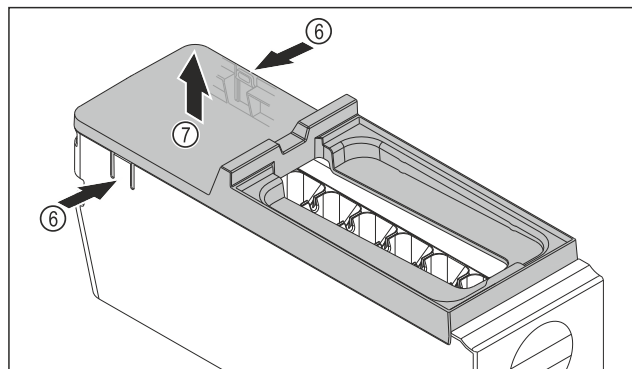

Fig. 213
- ▶ Wyjmowanie osłony korpusu EasyTwist-Ice: Docisnąć jedną ręką nakładki Fig. 213 (6) po obu stronach korpusu EasyTwist-Ice.
- ▶ Drugą ręką wyjąć osłonę Fig. 213 (7) ku górze.